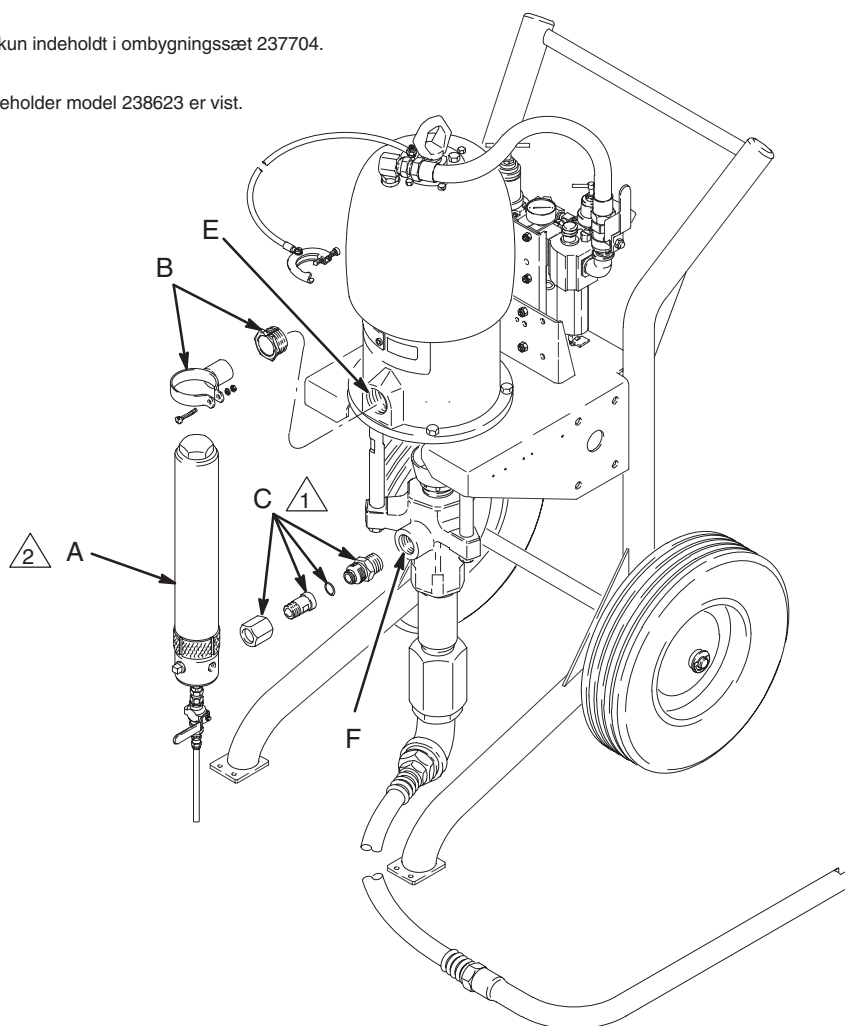

Fig. 2
Slut ekspansionsbeholderen til stempelpumpens væskeafgang (F), og monter klemmen i den ekstra afgang (E) ved bunden af luftmotoren. Se fig. 2.